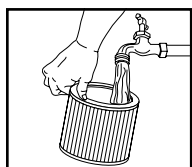

FIGURA 20
27. O enjuague el mismo (desde el interior del filtro) con agua. **FIGURA 20.** Seque completamente (aproximadamente 24 horas).